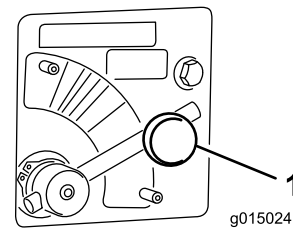

Figura 45
1. Allentate la manopola che fissa la leva della valvola dello spargitore (Figura 45).
2. Ruotate la leva della valvola dello spargitore (Figura 45) sul colore desiderato (giallo per questo esempio).
1. Spostate la leva della valvola dello spargitore sulla sezione **Blu** (VELOCITÀ MAX) (Figura 45). La leva ruotata completamente in senso orario dovrà essere in posizione orizzontale.